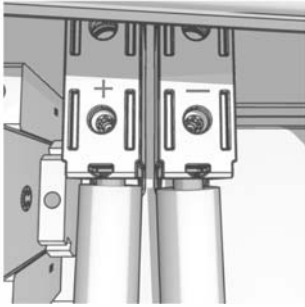

Imagen 2.27. Conexión a la entrada fotovoltaica
2. Conecte los cables fotovoltaicos de la caja de conexión del generador al inversor. Asegúrese de que la polaridad sea la correcta; consulte la imagen 2.27.